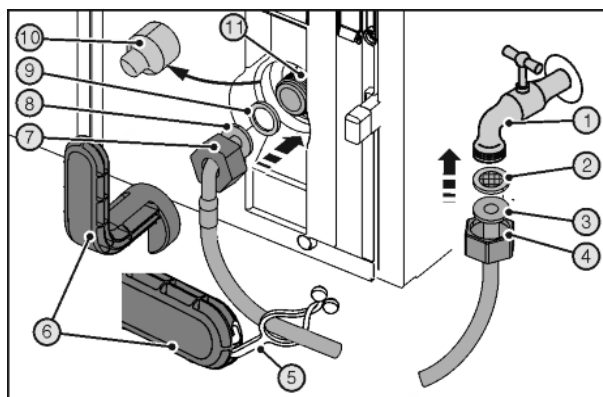

Fig. 44
Різані рани внаслідок використання поламаного допоміжного інструменту *Fig. 44 (6)*.
► Допоміжний інструмент *Fig. 44 (6)* використовувати тільки при кімнатній температурі.
- Насуньте гайку *Fig. 44 (4)* до кінця через прямий кінець шлангу *Fig. 44 (3)* та утримуйте.
- Вставити ситову пастку *Fig. 44 (2)* в гайку *Fig. 44 (4)*.
- ▷ Ситова пастка *Fig. 44 (2)* прилягає до прямого кінця шлангу *Fig. 44 (3)* та трохи тримається.
- Приєднайте гайку *Fig. 44 (4)* з ситовою пасткою *Fig. 44 (2)* прямого кінця шланга *Fig. 44 (3)* до запірною крану *Fig. 44 (1)*.
- Через тимчасове відкриття запірною крану *Fig. 44 (1)* водопостачання видалити повітря з водопроводу та наповнити водою. Шланг для цього тримати у відрі.
- Зніміть кришку *Fig. 44 (10)*.
- Насуньте гайку *Fig. 44 (7)* до кінця через кінець шлангу, розташований під кутом *Fig. 44 (8)* та утримуйте.
- Зволожити прокладку *Fig. 44 (9)* та втиснути в гайку *Fig. 44 (7)* на кінці шлангу під кутом *Fig. 44 (8)*.
- ▷ Прокладка *Fig. 44 (9)* прилягає до кінця шлангу під кутом *Fig. 44 (8)* та трохи тримається.
- Приєднайте гайку *Fig. 44 (7)* з прокладкою *Fig. 44 (9)* розташованого під кутом кінця шланга *Fig. 44 (8)* до магнітного клапану *Fig. 44 (11)*.
- Виконуйте приєднання за допомогою допоміжного інструменту *Fig. 44 (6)* за годинниковою стрілкою, доки не буде досягнуто максимального моменту затяжки і допоміжний інструмент *Fig. 44 (6)* не почне прокручуватися.
- Відкрийте запірний кран *Fig. 44 (1)* подачі води та переверте всю систему подачі води на герметичність.
- Причепіть накладку *Fig. 44 (5)* в допоміжний інструмент *Fig. 44 (6)* і для зберігання закріпіть на шлангу із високоякісної сталі.